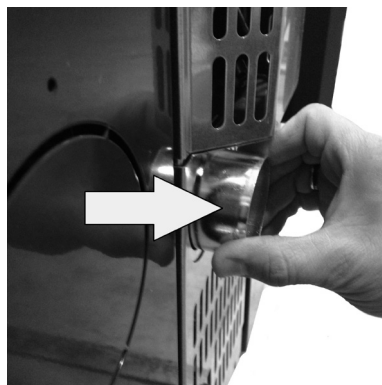

Fig. 13 - Fase 2
- Extrair o tubo em 2 cm, aproximadamente (ver Fig. 13).